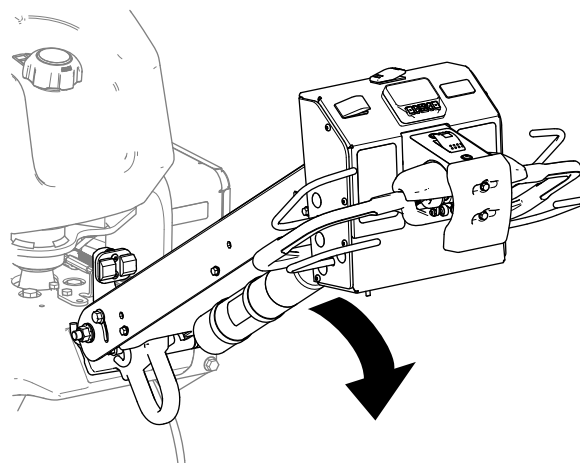

Figura 69
2. Abbassate la maniglia per rilasciare il freno di stazionamento (Figura 69).